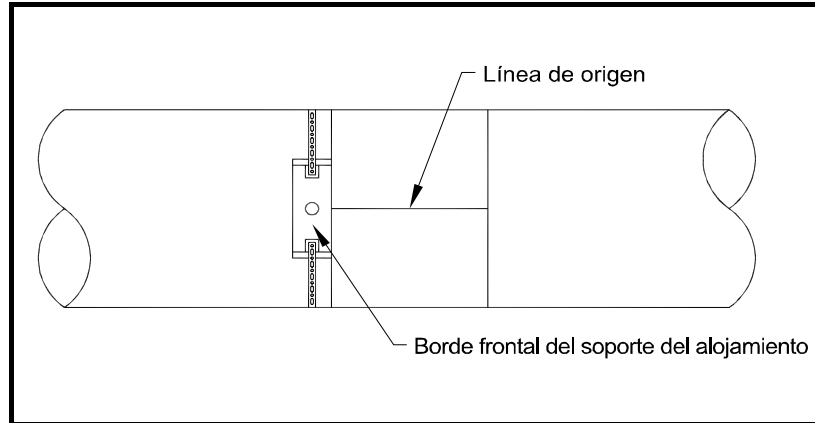
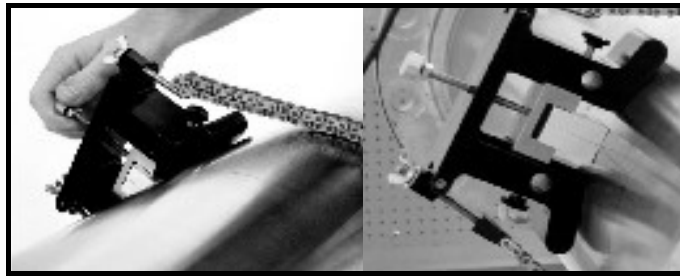

Figura 33: Alineado del primer soporte
Figura 34: Posicionamiento del soporte del alojamiento CFG-PI
- Alinee un borde del soporte del alojamiento CFG-PI con la línea de origen y apriete la cadena o la correa (consulte la Figura 33 y la Figura 34).
4. Instale el falso bloque del transductor para verificar la posición axial y de circunferencia. Centre la línea del indicador en el bloque para alinear con la marca (consulte la Figura 34).